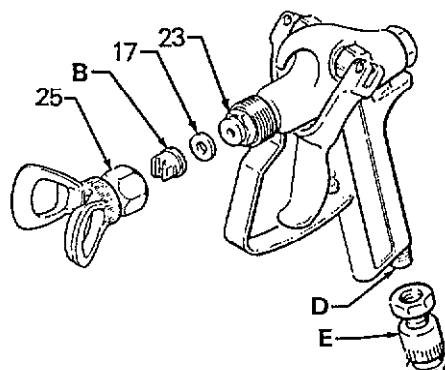

Fig. 1
4. Manteniendo la pieza de retención hundida, desatornille la guarda de la boquilla (25) e instale la boquilla (B) y la junta de estanqueidad (17) en la tuerca de la guarda de la boquilla. Atornille el conjunto sólidamente sobre la pistola. Apriete utilizando una llave. Ver fig. 1.